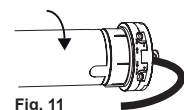

Fig. 11
- B. een rechtsinbouw. Ik kijk in de kast en de eindschakelaar van de motor bevindt zich aan de rechterkant (zie afb. 11)